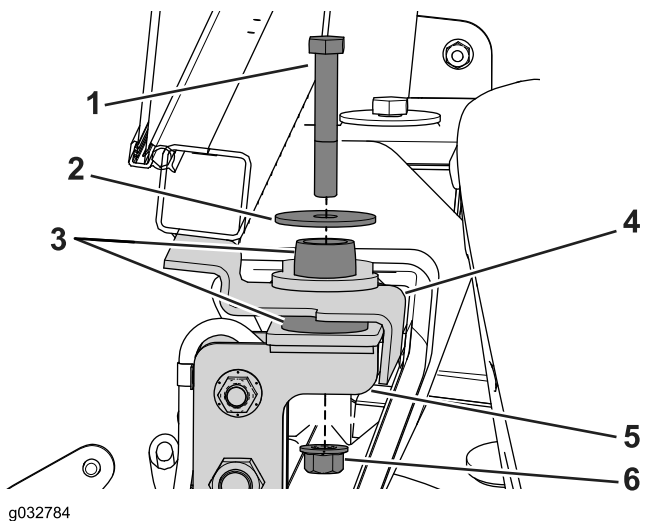

Figura 72
3. Instale un amortiguador de goma en cada uno de los puntos de montaje del bastidor de la cabina (Figura 72).
4. Utilice el perno ($\frac{1}{2}$ " x $\frac{3}{4}$ "), la arandela grande y la tuerca con arandela prensada para montar la cabina en la máquina (Figura 72).